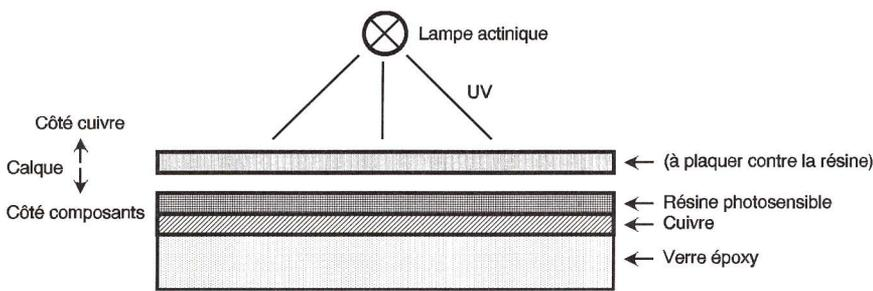

Fig 3
La première étape du travail consiste à photocopier le schéma du typon que nous fournissons sur une feuille de calque ou, si l'on dispose de produit aérosol (Transparent Spray ou diaphane), sur du papier blanc ordinaire que l'on rendra transparent par pulvérisation dudit aérosol. Il suffit ensuite d'exposer le circuit imprimé dépouillé de sa couche protectrice à une source de rayonnement ultraviolet (UV) après avoir interposé le calque (support du typon) côté cuivre. Il faut penser à mettre le typon dans le bon sens sur la face cuivrée (le côté composant doit être en contact direct avec le cuivre et non tourné vers l'observateur) (figure 3).